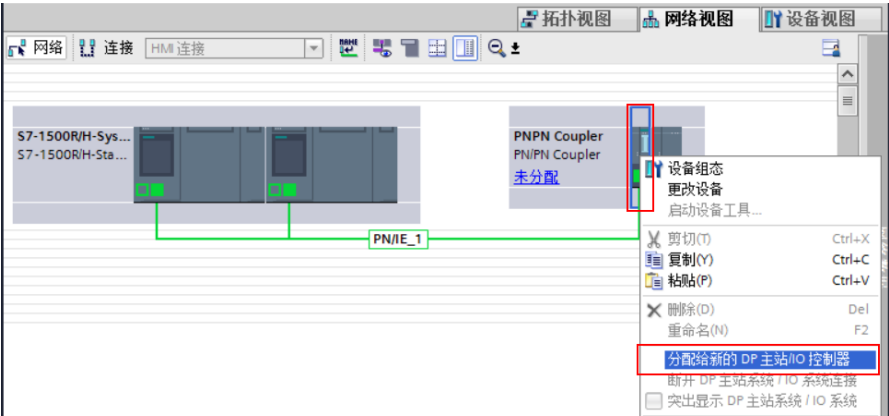
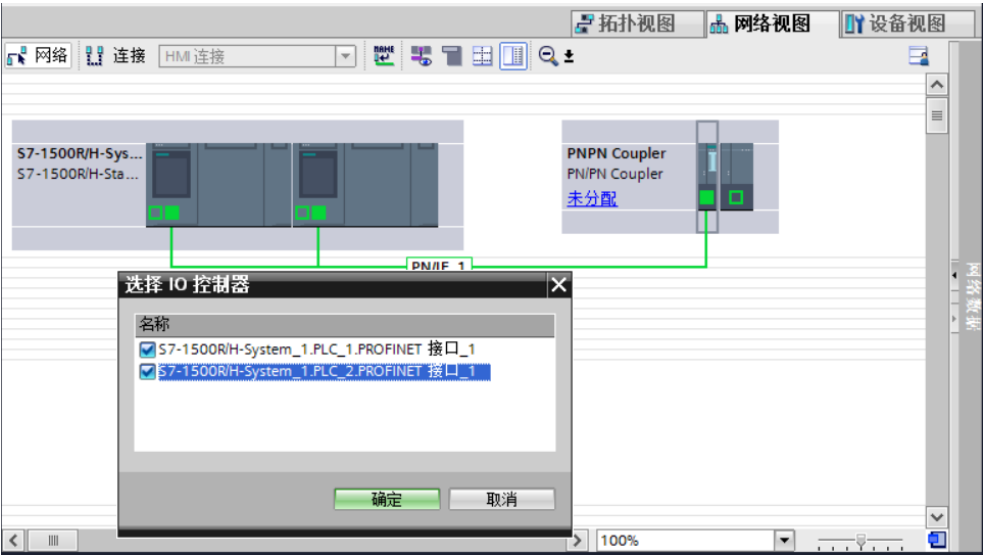

图 2-4 鼠标右键点击 PN/PN Coupler 左半部分弹出菜单
图 2-5 选择 CPU1517H 控制器
3) 鼠标右键点击 PN/PN Coupler 左半部分，在弹出菜单中选择“分配给新的 DP 主站/IO 控制器”，接下来在弹出的 IO 控制器列表中，选择两个 CPU1517H 之后点击“确定”按钮，如图 2-4 和图 2-5 所示。